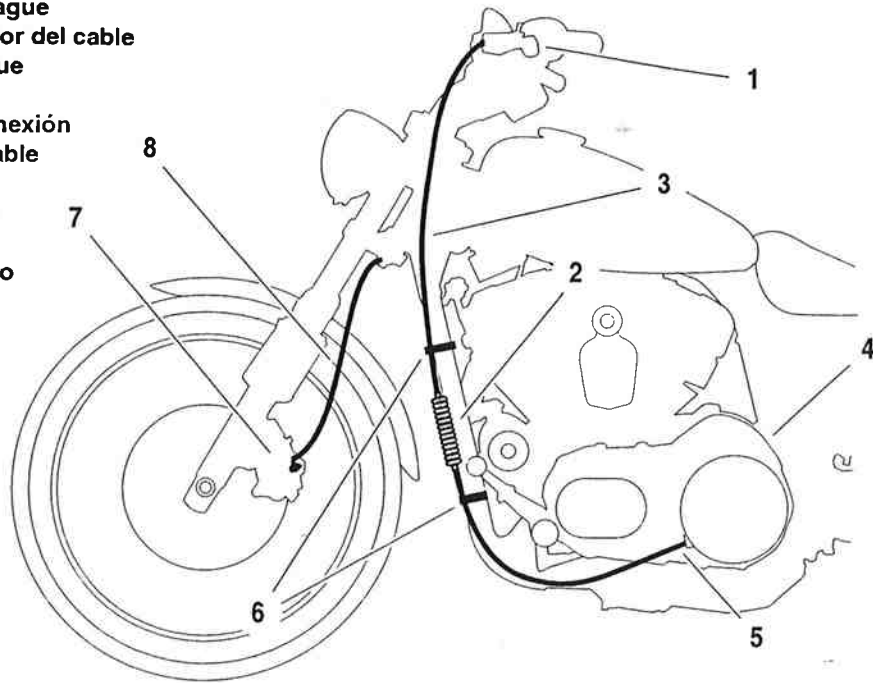

Figura 2-150. Colocación del cable del embrague y del conducto del freno delantero – lado izquierdo
1. Vea la Figura 2-150. Si aún no se ha hecho, coloque el cable del embrague (3) hacia adelante de la palanca del embrague (1), hacia abajo al lado exterior del tubo deslizador izquierdo de la horquilla, a través de dos presillas (6) en el tubo vertical izquierdo delantero del tubo vertical de la estructura y después hacia atrás a la cubierta primaria (4).